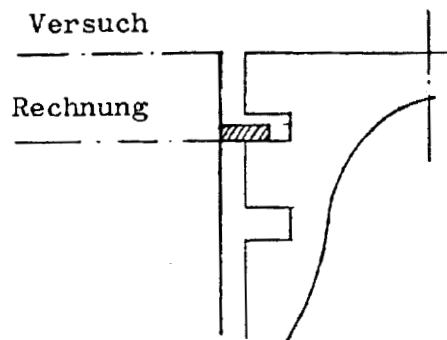

Abb. 1
- o Der Kolbenring sitzt in der Nut auf (s. Abb. 1)